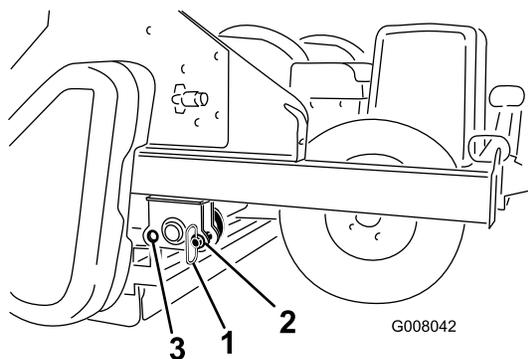

Figura 15
- Retire los pasadores de almacenamiento de los taladros delanteros y colóquelos en los taladros traseros durante el uso (Figura 15).